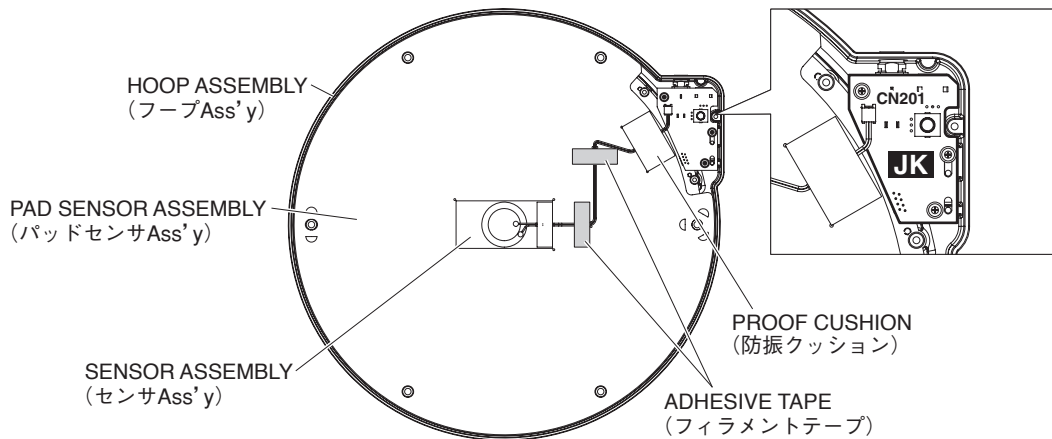

Fig. 3 (図 3)
- 1-3 Disconnect the connector CN201 of the JK circuit board and separate the pad sensor assembly and hoop assembly. (Fig. 3)
- 1-3 JKシートのコネクタCN201を外して、パッドセンサー Ass'y とフープ Ass'y を分離します。(図3)
1-4-1 Remove the sensor assembly. (Fig. 3)
- * **Remove the sensor sponge and adhesive tape for attaching the PIEZO connector assembly and wipe off old adhesive and oily residue on the attachment surface before installing the sensor assembly when replacing the sensor assembly in Fig. 3.**
1-4-1 センサ Ass'y を外します。(図 3)
- ※ 図 3 のセンサ Ass'y を交換する際は、センサスポンジとピエゾ束線固定のフィラメントテープを取り外し、接着面の接着剤残り、油性汚れをクリーニングしてから取り付けてください。